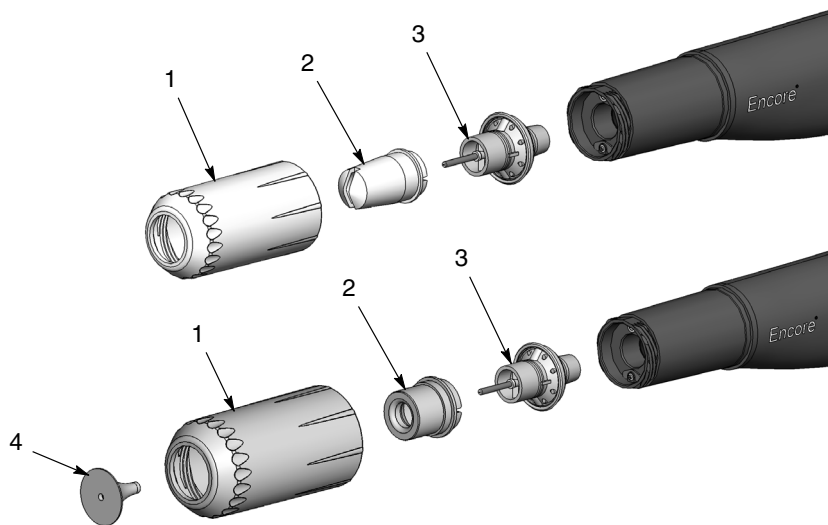

Abbildung 3 Flache Düsen oder Konusdüsen von der Sprühpistole entfernen
2. Siehe Abbildung 3. Bei Verwendung einer Konusdüse zunächst den Ablenker (4) entfernen. Düsenmutter (1) losschrauben und entfernen. Als Nächstes die Düse (2) und den Elektrodenhalter (3) von der Sprühpistole entfernen.